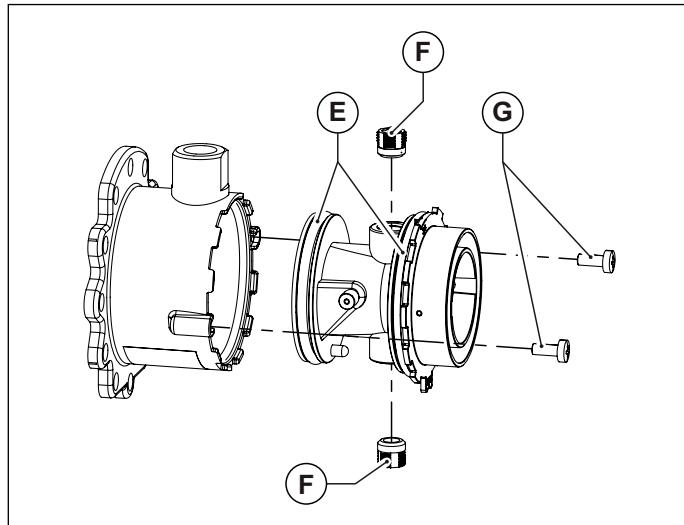
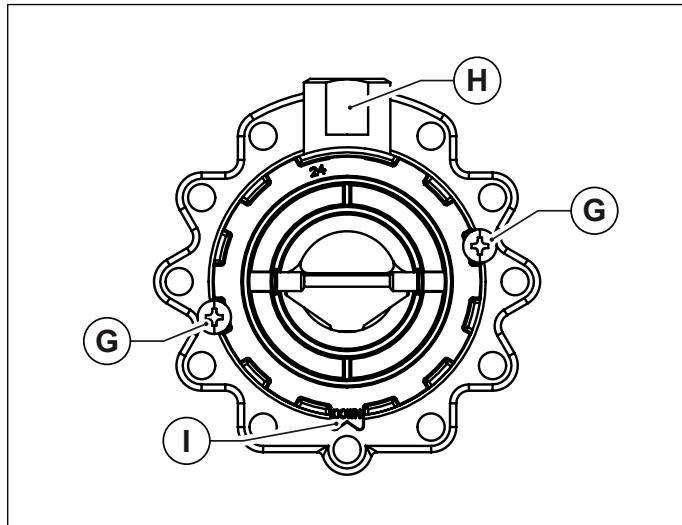

Fig. 33 Corpul din plastic al amestecătorului
Fig. 34 Orientare pentru montaj
- Desfaceți corpul din plastic al amestecătorului, deșurubând cele două șuruburi de fixare (vezi Fig. 33 Corpul din plastic al amestecătorului).
- Desfaceți cele două duze ale amestecătorului utilizând o cheie cu imbus de 6 mm (vezi Fig. 33 Corpul din plastic al amestecătorului).
- Montați din nou corpul din plastic (Venturi) introducându-l în amestecător și însurubând șuruburile de fixare, având grija să nu deteriorați garniturile inelare montate la extremitățile corpului din plastic (vezi Fig. 33 Corpul din plastic al amestecătorului) și să respectați orientarea montajului (vezi Fig. 34 Orientare pentru montaj).
- Montați amestecătorul reasamblat la ventilator cu șuruburile cu imbus, având grija să reposiționați între amestecător și ventilator, garnitura inelară de etanșare (vezi Fig. 33 Corpul din plastic al amestecătorului).